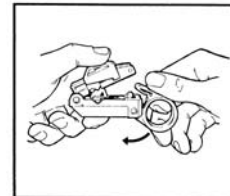

Figure 17
A. Öffnen Sie das Werkzeug indem Sie den Griffing herunterdrücken (Abb. 17).